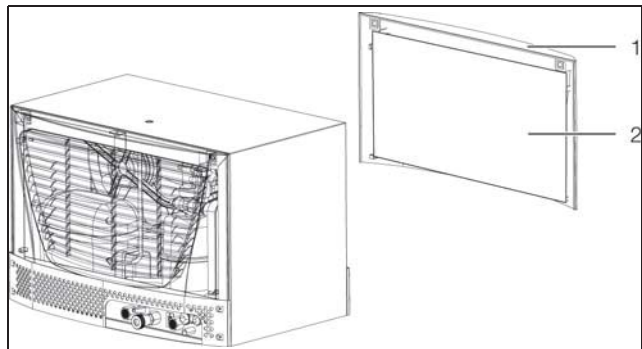

Imagen 48: Montar la estera filtrante (3318.600, 3318.610 y 3319.600, 3319.610)
- Extraiga la rejilla (imagen 48, pos. 1) de la parte frontal del chiller (entrada de aire) de la caja.
- Introduzca la estera filtrante (imagen 48, pos. 2) (Ref. 3286.510) en la rejilla y vuelva a insertarla en la caja.